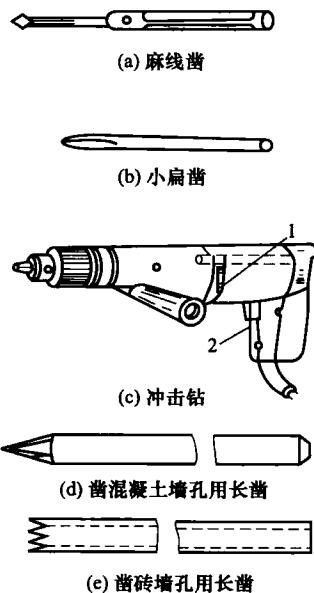

图 1-2 凿削墙孔工具
① 麻线凿。如图 1-2 (a) 所示，也叫圆榫凿，用来凿打混凝土结构建筑物的木榫孔。常用的有 16 号、18 号两种，分别可凿 8mm 和 6mm 两种圆形木榫孔。凿孔时，要不断转动凿子，使凿掉的灰砂碎石及时排出。
② 小扁凿。如图 1-2 (b) 所示，用来凿打砖墙上的方形木榫孔。常用的凿口宽 12mm。凿孔时，要不断拔出凿子，将碎块排出。
③ 冲击钻。如图 1-2 (c) 所示，具有两种功能：一种可作为普通电钻使用，使用时应把调节开关调到标记为“钻”的位置；另一种可用来冲打砌块和砖墙等建筑材料的木榫孔和导线穿墙孔，这时应把调节开关调到标记为“锤”的位置。有的冲击钻可调节转速，分为双速和三速的。在调速或调挡（“钻”或“锤”）时，均应停转进行，使用方法同电钻。
④ 长凿。如图 1-2 (d)、(e) 所示两种，均用来凿打墙孔，作为穿越线路导线的通孔。长凿直径有 19mm、25mm 和 30mm，长度通常有 300mm、400mm 和 500mm 等多种。使用时，应不断旋转长凿，及时排出碎屑。